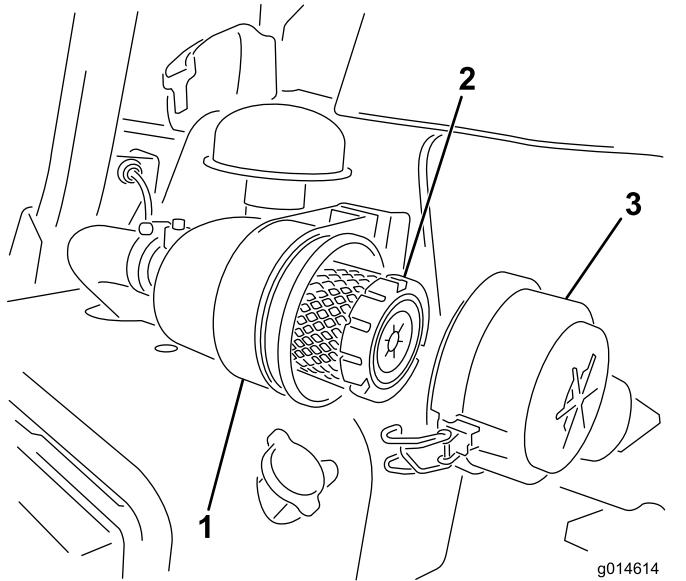

Figura 32
1. Rilasciate i fermi che fissano il coperchio del filtro dell'aria al relativo corpo (Figura 32).
7. Fissate i fermi (Figura 32).